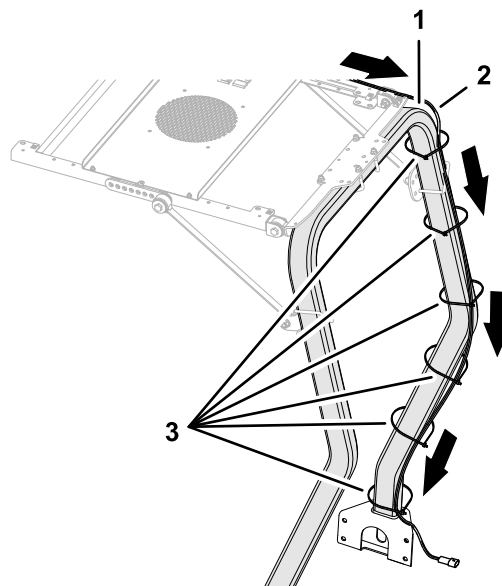

図 7
1. 図 7 に示すように、サンシェードワイヤーハーネスをロールバーチューブに沿って配線する。
2. P08 というラベルの付いたハーネス端部を、運転台のハトメに通す図 7。